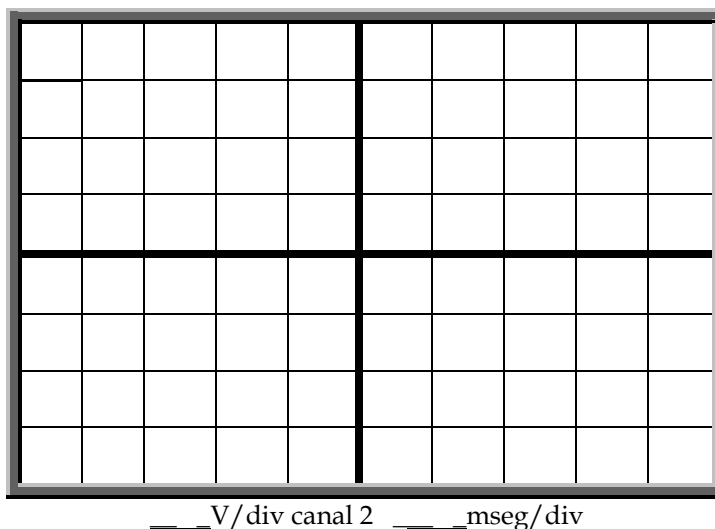

Fig. 1.5. Gráfica del voltaje de rizo del rectificador de media onda con filtro utilizando un capacitor de  $470\ \mu\text{F}$ .
- c) Medir el voltaje de rizo del rectificador ( $\Delta V_0$ ), colocando el canal 2 del osciloscopio en los nodos 2 y 0, el canal 2 debe de estar en el modo de CA. Graficar la señal obtenida del voltaje de rizo en la Fig. 1.5 y medir el valor del voltaje de rizo ( $\Delta V_0$ ), registrar el valor obtenido en la Tabla 1.4.